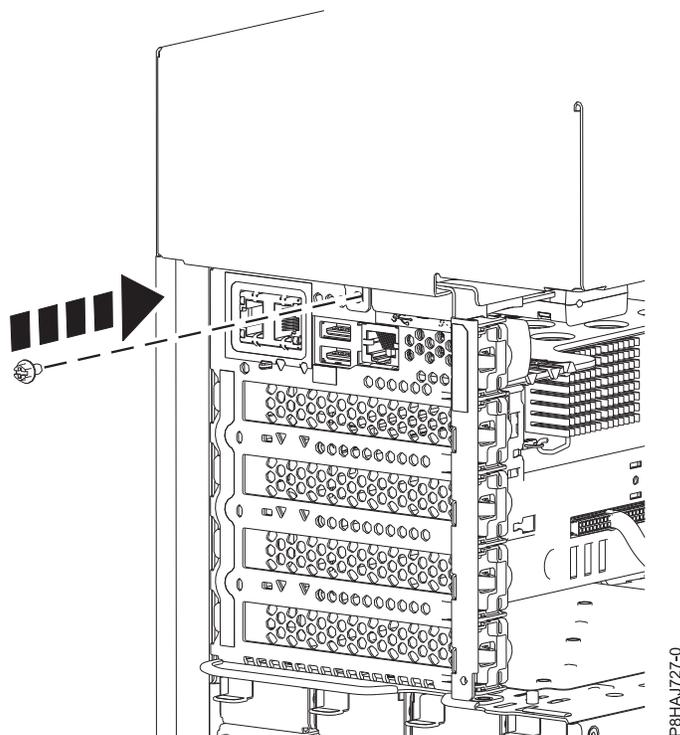

Figure 41. Installation de la vis capot latéral du 8286-41A
5. Installez la vis arrière du capot latéral à l'aide d'un tournevis cruciforme, comme illustré figure 41, à la page 55.